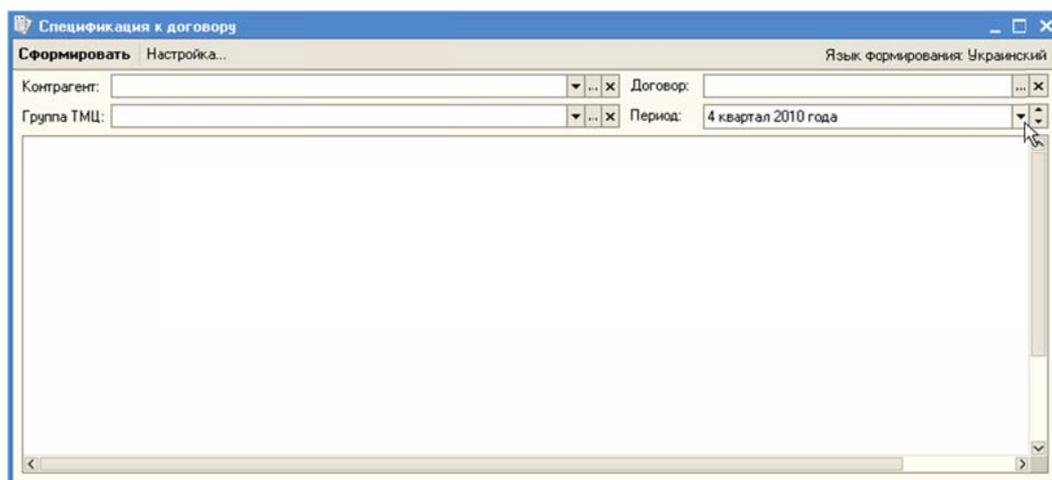

Рисунок 201 – Отчет «Спецификация к договору»
1. Открыть отчет «Спецификация к договору» (Рисунок 201), используя главное меню программного комплекса (Склад -> Спецификация к договору).
- *Период*, на который будет формироваться спецификация к договору на поставку ТМЦ (период на который были подготовлены заказы поставщику), используя выпадающий список для выбора нужного значения периода. Для открытия выпадающего списка значений нужно нажать кнопку  или использовать кнопки  регулирования – увеличения и уменьшения значения реквизита (Рисунок 201).